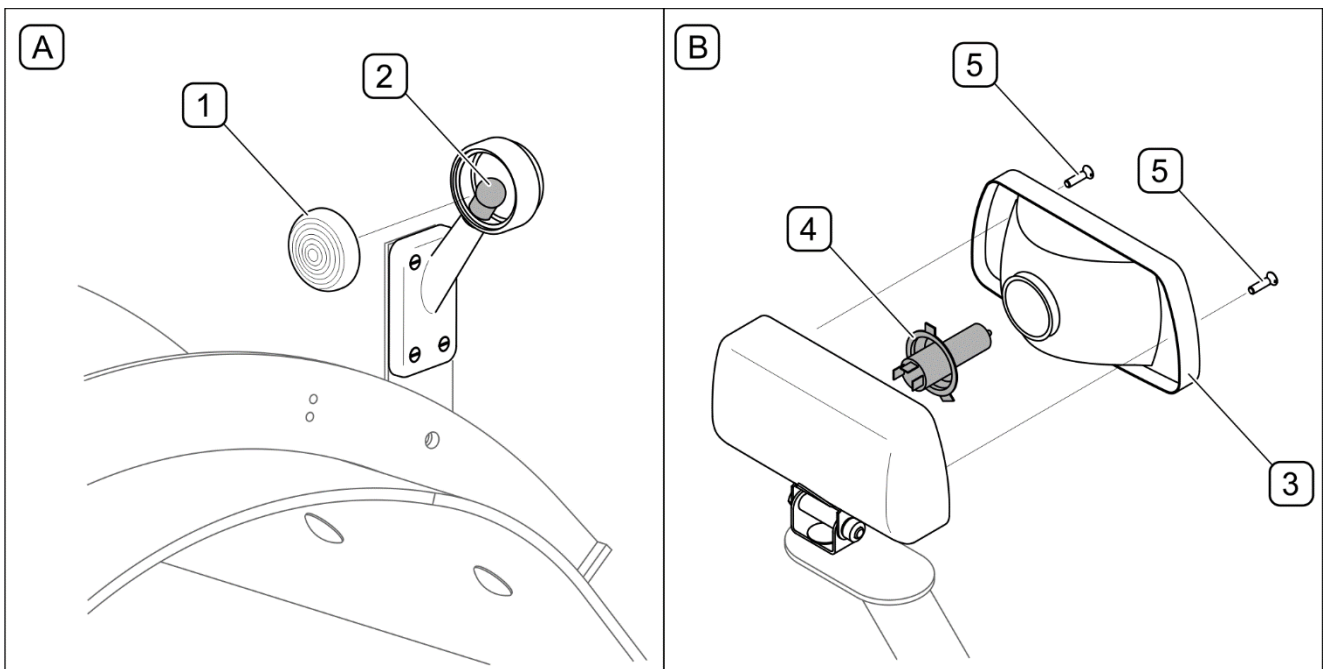

FIGURE 5.5 Remplacement des ampoules
L'entretien de l'installation électrique se limite au contrôle périodique du système de commande et du système d'éclairage. Pour remplacer l'ampoule (2) du feu de gabarit, retirer le globe (1) du boîtier élastique (FIGURE 5.5). L'accès à l'ampoule (4) dans les projecteurs supplémentaires (B) est possible après avoir dévissé les vis (5) et enlevé le globe (3). La liste des éléments d'éclairage est présenté dans le TABLEAU 5.5